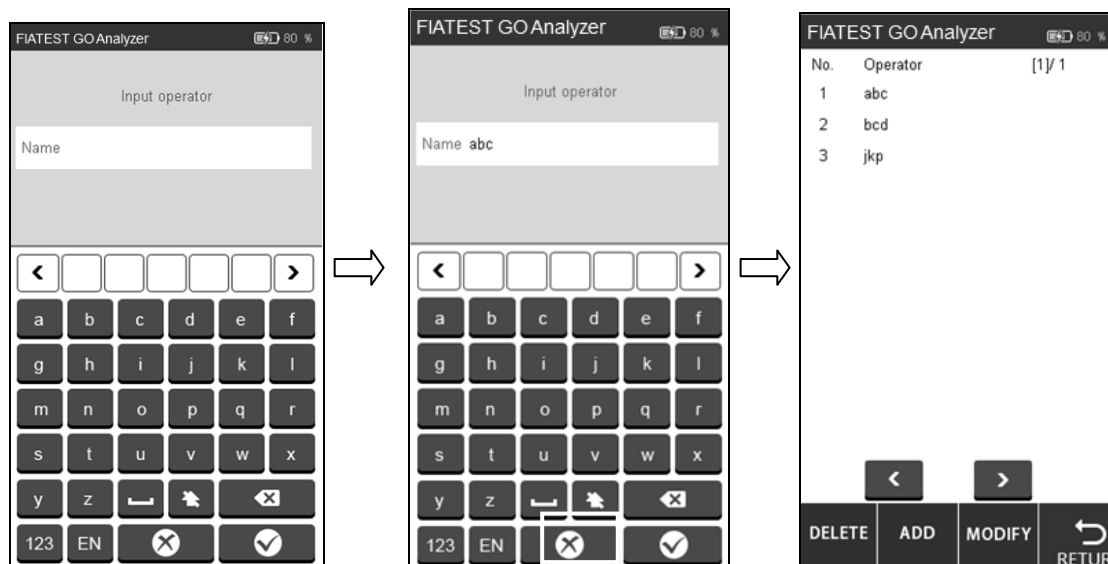
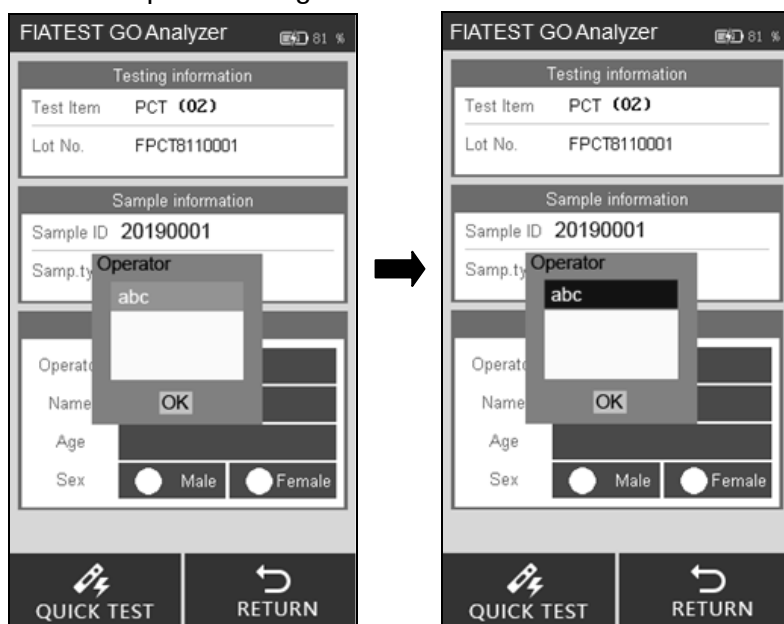

Fig 18
Fig 31
Haga clic en “ADD”, introduzca el nombre de operador, haga clic en  para completar la adición. (Ref. Fig 18)
Haga clic en el operador que se necesita eliminar o modificar, y el color se cambiará a azul. Haga clic en “DELETE”, el operador seleccionado se eliminará, haga clic en “MODIFY” para entrar en la interfaz como Fig 18.
Paso 5: Ponga la información del paciente, como operador, el nombre de paciente, edad y sexo. Toque el área al lado de operador, la interfaz aparecerá como Fig 31. Seleccione el operador. La adición de la información del operador se explica con Fig 18 en sección 5.1.1.